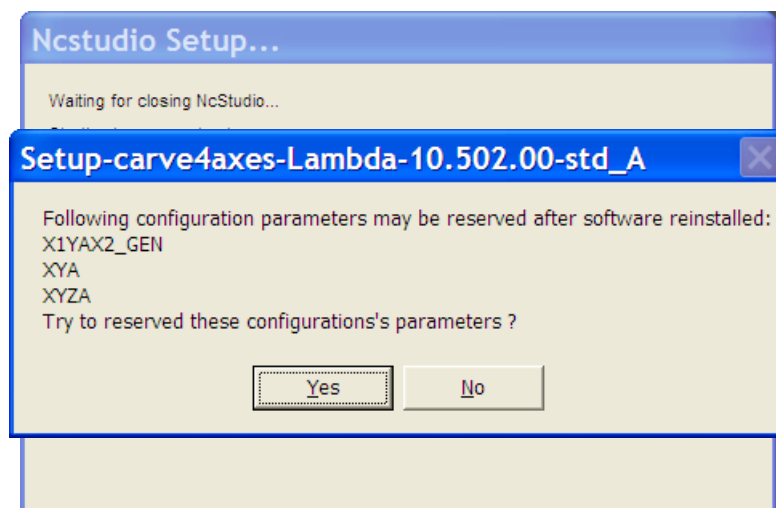

Рис. 1-3 Запрос на резервирование настроек параметров
4) Нажмите [OK] для подтверждения. Если на этом ПК установлена старая версия программного обеспечения, система предложит сохранить настройки параметров. Если вы сохраните настройки параметров здесь, вы можете применить все настройки текущего программного обеспечения, нет необходимости устанавливать параметры снова после этого. Вы можете примите собственное решение и выберите [Да] или [Нет], чтобы продолжить, см. рис. 1-3. Если вы устанавливаете программного обеспечения типа впервые, этот шаг будет отсутствовать. Пожалуйста, перейдите к «Шагу 5)», чтобы перейти на.